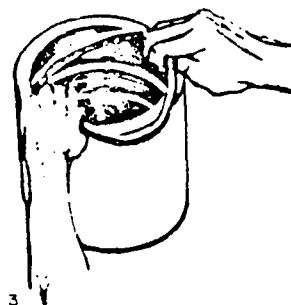

FIG. 3
3.º Passo — Coloque os anéis de borracha com os furos voltados para dentro (fig. 3).